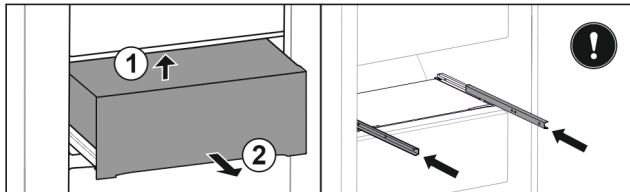

Fig. 114
- ▶ Schubfach von unten hinten anheben. Fig. 114 (1)
- ▶ Schubfach nach vorne entnehmen. Fig. 114 (2)